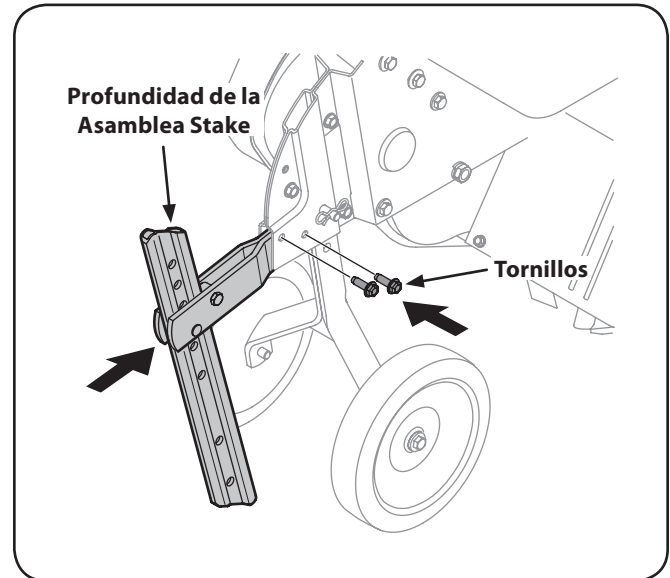

Figura 1-6
2. Introduzca el conjunto de la estaca de profundidad en el cuadro y volver a instalar los dos tornillos que quitó antes. Apriete los tornillos hexagonales de forma segura. Vea la Figura 1-6.